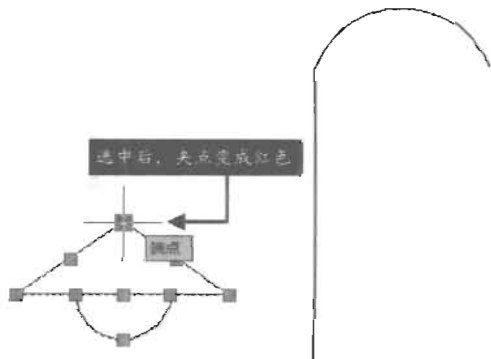

图 5-13
(2) 将三角形选中, 然后把顶部的夹点选中, 如图 5-13 所示。